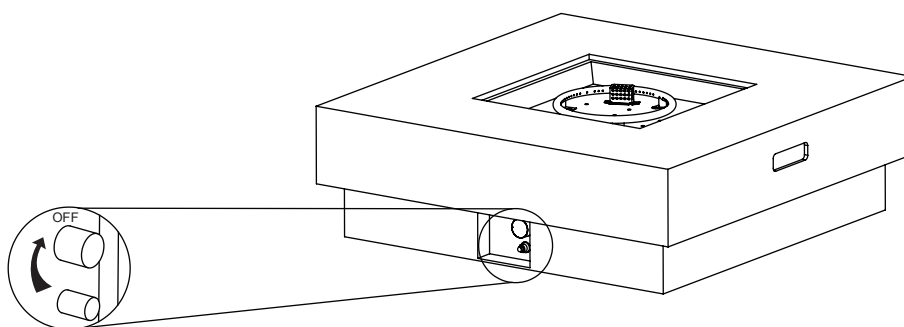

Figura 1
2. Verificare che la manopola di controllo del sistema di alimentazione del gas sia in posizione "OFF" prima di iniziare qualsiasi montaggio (vedere Figura 1).